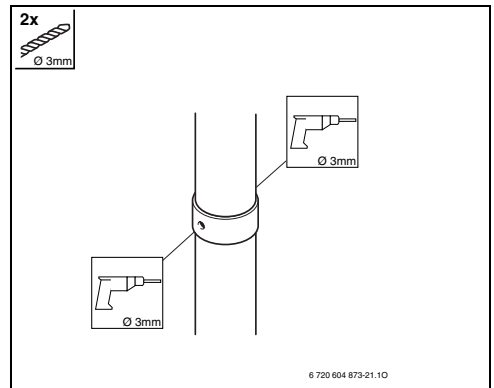

Fig. 33
► Abrir dos orificios de Ø 3 mm, en el tubo del aire de combustión. Profundidad máxima del orificio Ø 8 mm! En ningún caso podrá el tubo de gases de combustión ser dañado (Fig. 33 ).